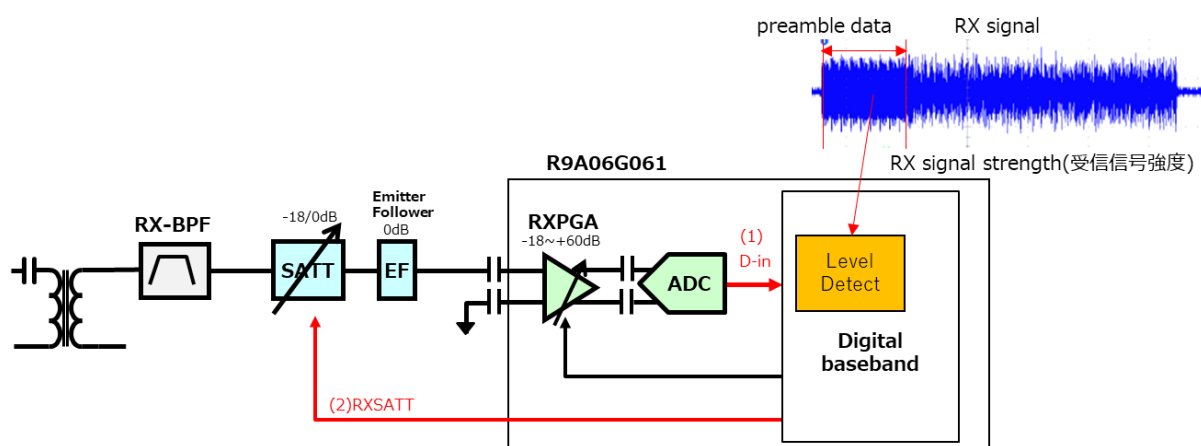

Figure 3-13 Step Attenuator (SATT)の制御方法
- SATT の制御方法について、Figure 3-13 に示します。